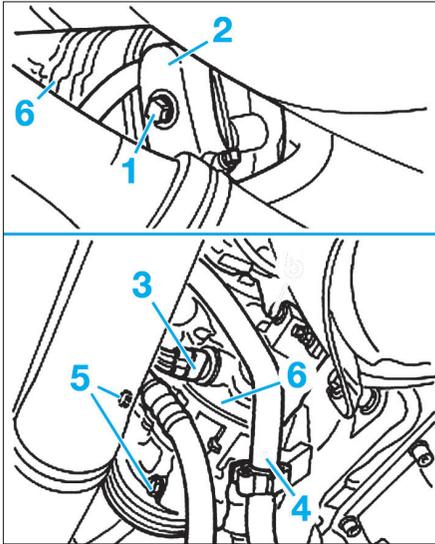

Fig. 5
- Déposer la vis (1) et débrancher la canalisation du compresseur (2) (Fig.5).
- Débrancher le connecteur (3).
- Dégrafer la canalisation (4) puis la débrancher du compresseur.
- Déposer les vis (5) et sortir le compresseur (6).